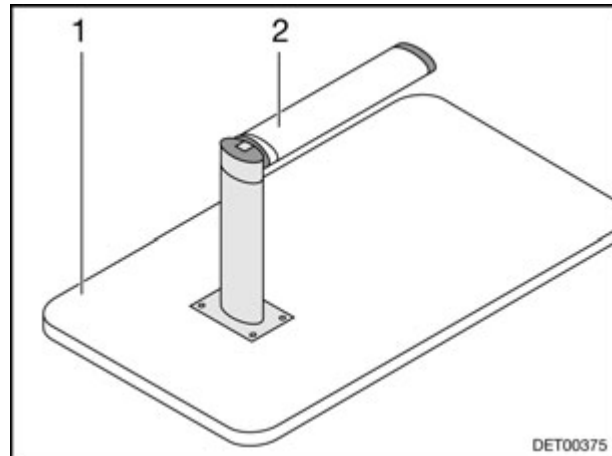

Fig. 48 Base de cama
- Levantar 45° aprox. el tablero de mesa (Fig. 48,1) por delante.
- Tirar hacia abajo de la parte inferior de la pata de la mesa (Fig. 48,2) y abatirla 90°.